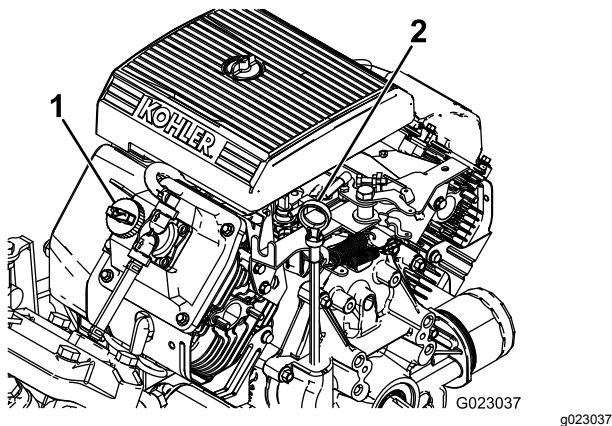

Figura 11
2. Togliete l'asta di livello ed asciugatela con un panno pulito (Figura 11).
4. Se l'olio è insufficiente, togliete il tappo di rifornimento dal coprivalvola (Figura 11) E VERSATE L'OLIO NEL FORO FINCHÉ NON RAGGIUNGE IL SEGNO PIENO SULL'ASTA; IL TIPO DI OLIO E LA VISCOSITÀ ADATTI SONO RIPORTATI NELLA SEZIONE . Cambio dell'olio motore \(pagina 51\) Versate l'olio lentamente, controllando spesso il